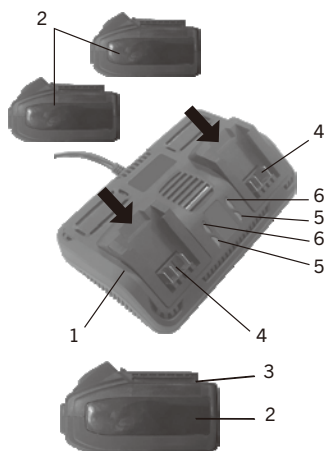

FIG. 6
1. Placez le chargeur de la batterie (1) dans un endroit sec près d'une prise électrique 110-120 V 60 Hz (fig. 6).
2. Branchez le chargeur de la batterie dans la prise de courant et vérifiez que le voyant DEL vert (5) S'ALLUME.
3. Retournez la batterie (2) et glissez-la sur le chargeur.